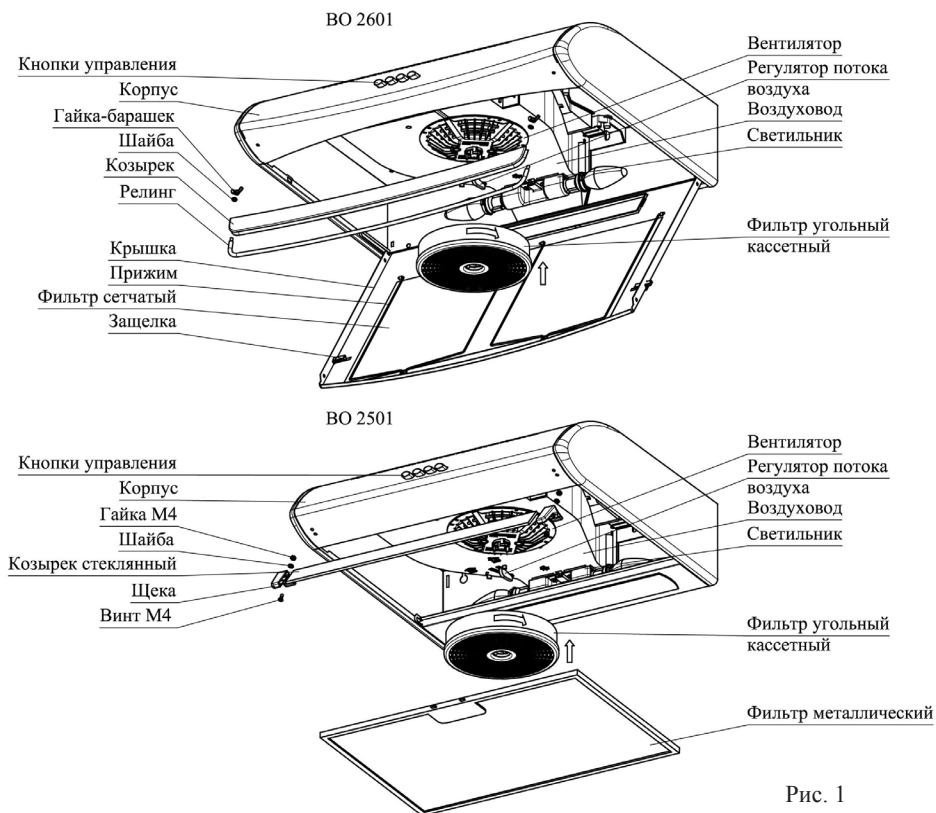
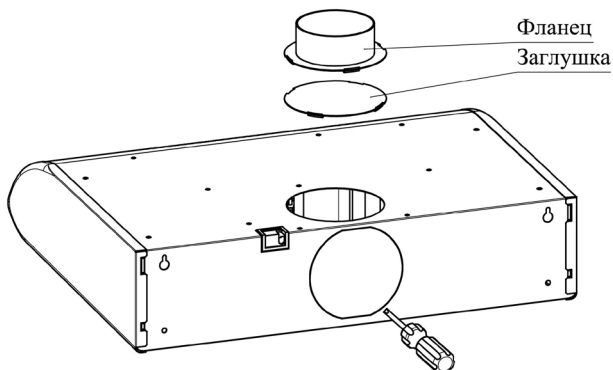

Рис. 1
Рис. 2
Внутри корпуса воздухоочистителя (рис. 1) располагаются вентилятор, светильник воздуховод с регулятором потока воздуха. На вентилятор установлен фильтр угольный кассетный. На передней части корпуса расположены кнопки управления работой воздухоочистителем.
В верхней и задней стенках корпуса воздухоочистителя имеются отверстия (рис.2), предназначенные для отвода воздуха наружу при помощи трубы, которая присоединяется к воздухоочистителю через фланец. Отверстие на задней стенке по контуру обозначено вырубленным элементом, который перед установкой фланца необходимо удалить при помощи отвертки или другого инструмента.
- 6.8 **ДЛЯ РАБОТЫ В РЕЦИРКУЛЯЦИОННОМ РЕЖИМЕ** совместите флажок регулятора потока воздуха (см. рис. 1) с рисунком "⊕" на воздуховоде воздухоочистителя. При данном режиме работы отверстие на верхней поверхности воздухоочистителя должно быть закрыто заглушкой (рис. 2).
Для установки фильтра угольного кассетного, оденьте его на фиксирующие элементы в центре вентилятора и поверните по часовой стрелке до упора (рис. 1). Демонтаж производится в обратном порядке.
ДЛЯ РАБОТЫ В ВЫТЯЖНОМ РЕЖИМЕ совместите флажок регулятора потока воздуха с рисунком "↗" на воздуховоде воздухоочистителя. При данном режиме работы в одно из выходных отверстий корпуса установить фланец. Если фланец установлен в отверстие на задней поверхности воздухоочистителя, то отверстие на верхней поверхности нужно закрыть заглушкой (рис. 2). Затем соедините фланец воздухоочистителя с вентиляционным каналом трубой диаметром 100 мм (в комплект поставки не входит приобретается отдельно).